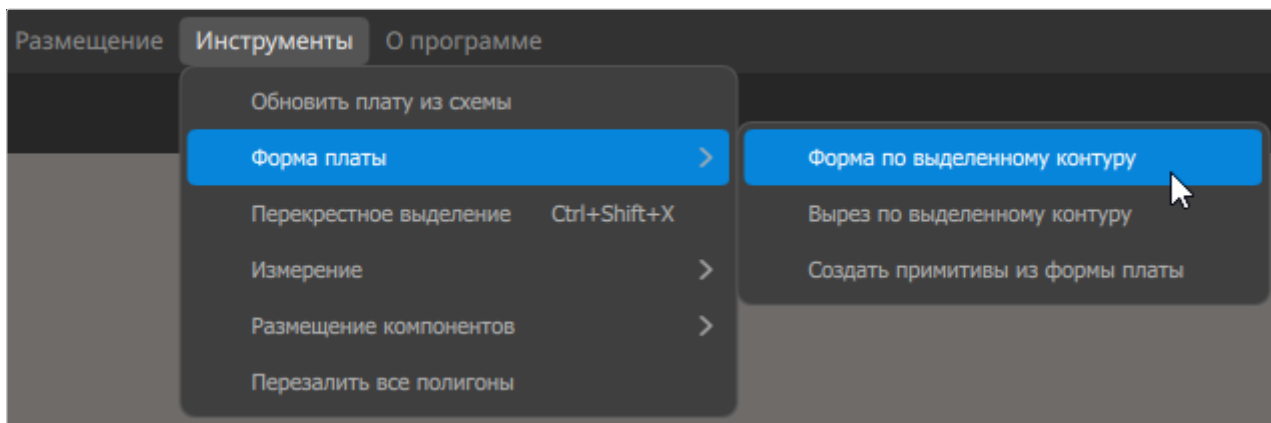

Рисунок 174. Команда меню «Форма по выделенному контуру»
- 5) Вызвать команду меню «Инструменты» → «Форма платы» → «Форма по выделенному контуру» (см. рисунок 174).